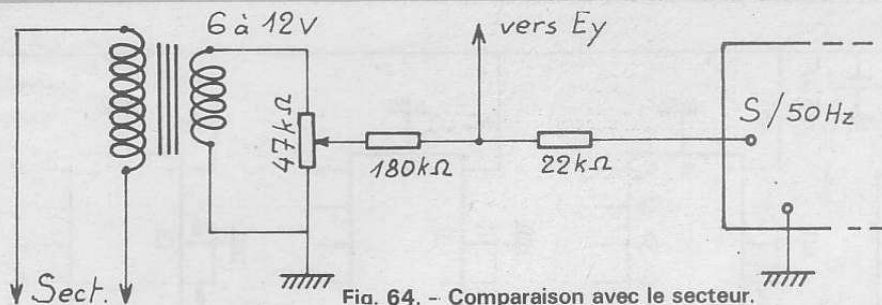

Fig. 64. - Comparaison avec le secteur.
- Soit par comparaison avec le secteur si la station de référence n'est pas reçue. Pour ce faire, réaliser le montage de la figure 64, dans lequel on fait la